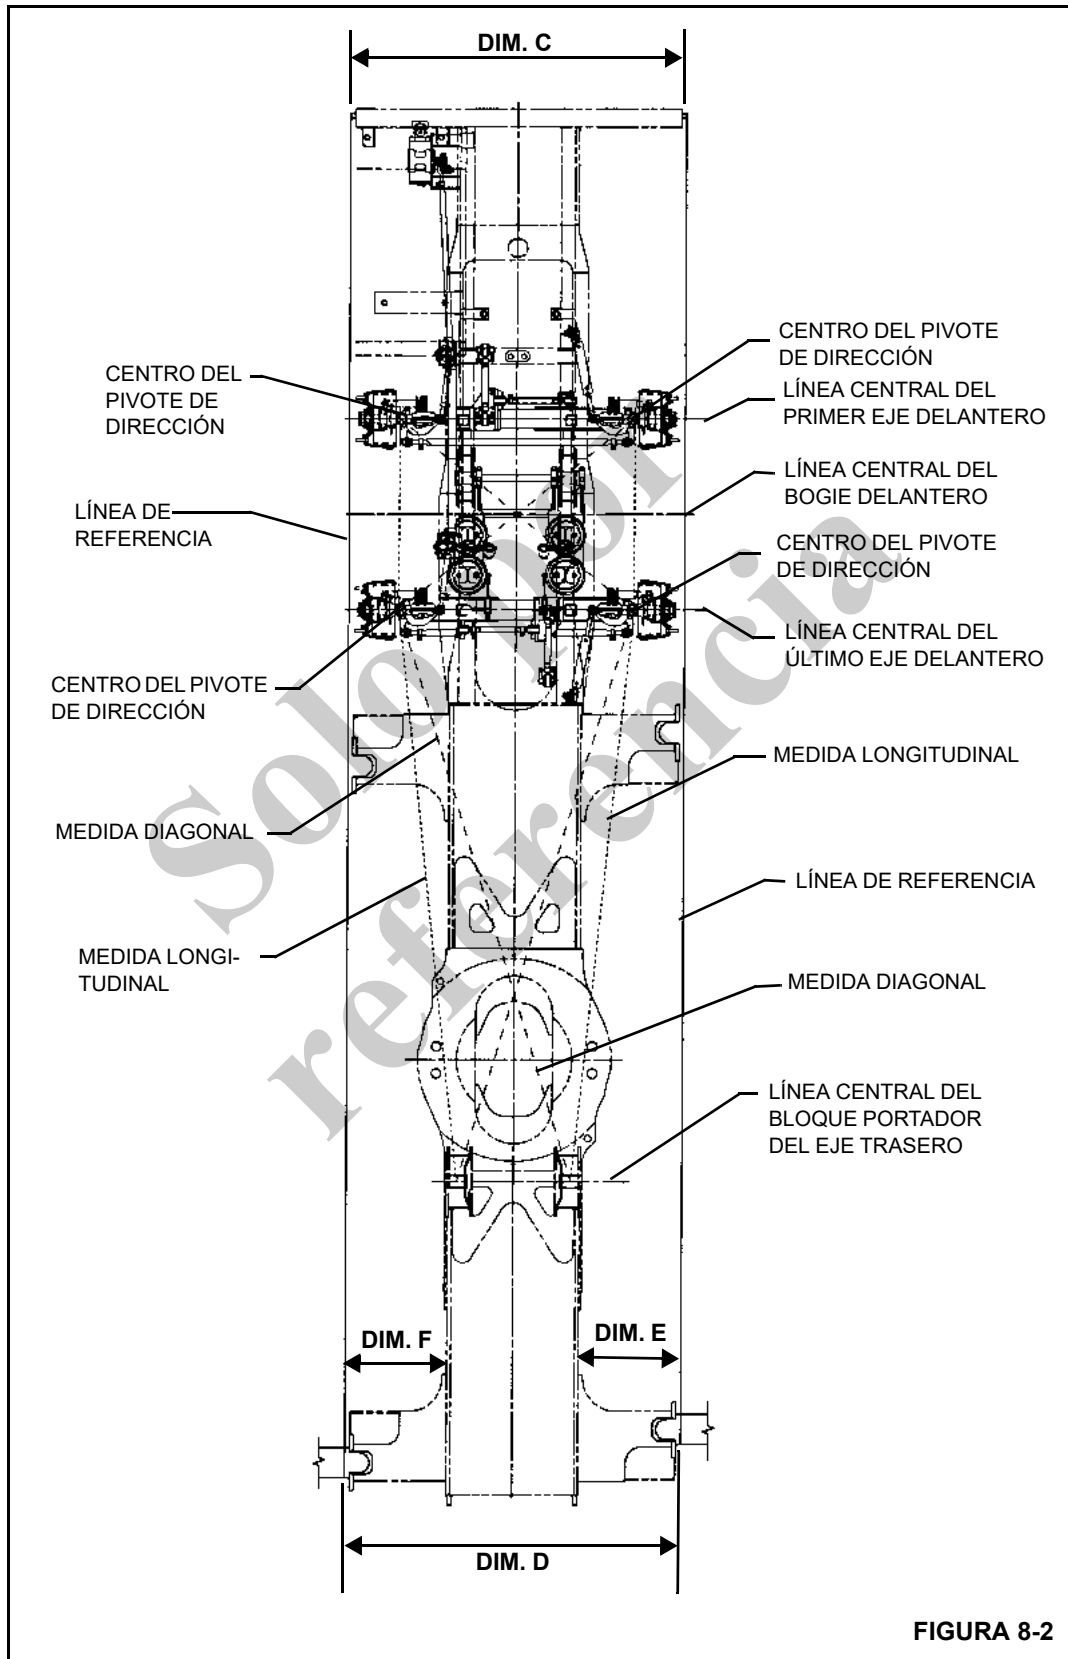

FIGURA 8-2
7. Extienda parcialmente las vigas de estabilizadores. Conecte una cuerda (línea de referencia) a las vigas delantera y trasera de estabilizadores, como se muestra en la Figura 8-2, Alineación de ejes. Cerciérese de que la cuerda (línea de referencia) esté tensada y nivelada.
8. Vea la Figura 8-2, Alineación de ejes, y asegúrese que la dimensión C sea igual a la dimensión D y que la dimensión E sea igual a la dimensión F.